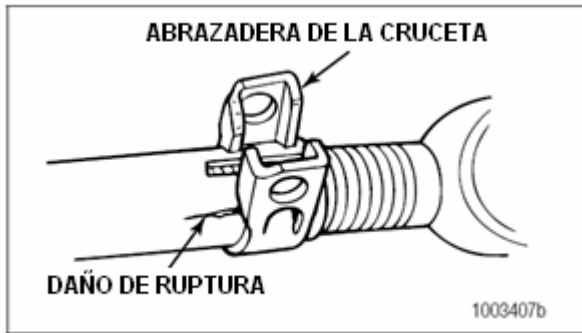

Figura 5.14
12. Inspeccione si hay daño en la cruceta y en las abrazaderas. Figura 5.14